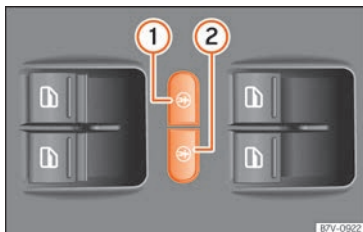

Fig. 138 En la puerta del conductor: teclas del seguro eléctrico para niños.
El seguro eléctrico para niños evita la apertura y el cierre de puertas corredizas y de los elevallunas eléctricos de las mismas desde el interior, para que los niños no abran una puerta por error durante la conducción. Con la tecla izquierda »» fig. 138 ① o derecha ② se activa el seguro para niños en el lado trasero izquierdo o derecho, respectivamente.
Activar:	Pulse la tecla »» fig. 138 ① o ②.